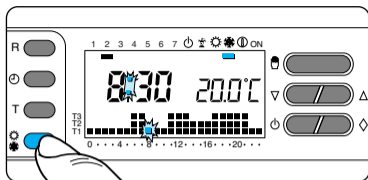

Fig. 34
**6.2** - Accertarsi che sia attivo il segmento relativo al programma di riscaldamento , agendo eventualmente sul pulsante  (fig. 34).